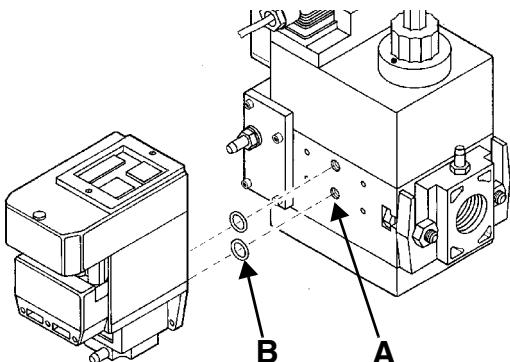
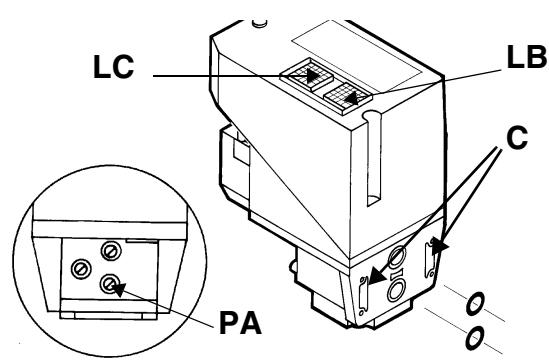

Рис. 17
Рис. 18
- 2). снять крепежные винты группы Multibloc (Рис. 17-А)
- 3). вставить уплотнительные кольца (10,5x2,25) в VPS 504 (Рис. 18-В, Рис. 17-В)
- 4). закрутить 4 винта блока контроля герметичности (M4x16) Рис. 17-С.
Для проверки работы, подсоединить манометр к штуцеру для отбора давления **PA** (Рис. 18). Если проверка завершилась положительно, через несколько секунд зажжется жёлтая лампочка **LC**. В противном случае загорится красная лампочка блокировки **LB**. Чтобы перезапустить горелку, необходимо разблокировать блок управления нажатием на светящуюся кнопку **LB**.